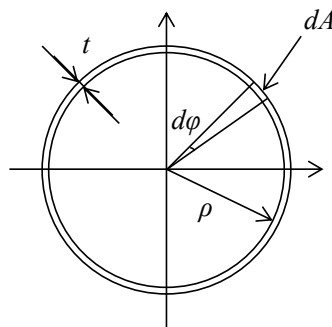

Fig. 3 薄肉材における微小面積.
- (1) 図 3 を参考に OA 間, AB 間の断面二次極モーメント  $I_{pOA}$ ,  $I_{pAB}$  を求めよ.
- (2) 薄肉円筒材の FBD を描き, 点 O における反モーメント  $M_O$  を求めよ.
- (3) ねじりモーメント  $M$  の  $x$  軸方向分布を図示せよ.
- (4) 薄肉円筒材表面に生じるせん断応力  $\tau$  の  $x$  軸方向分布を図示せよ. ただし  $qL > 6Pd$  とする.
- (5) 薄肉円筒材の許容せん断応力が  $\tau_a = 100$  [MPa] であるとき, 肉厚  $t$  をいくら以上にすればよいか答えよ. ただし,  $P = 370$  [N],  $q = 600$  [Nm/m],  $L = 200$  [mm],  $d = 50$  [mm] とする.